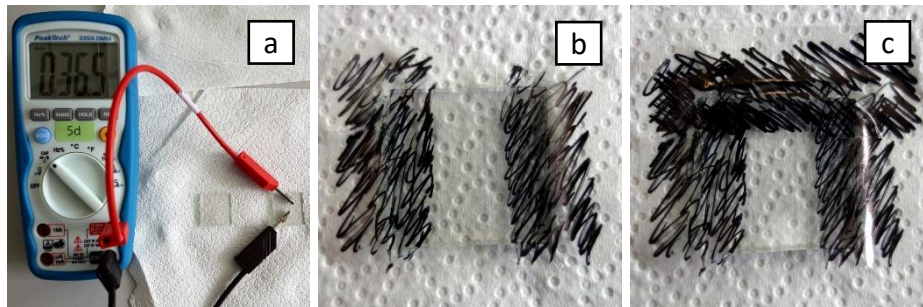

Abbildung 1
1. Die Glasscheibe ist nur auf einer Seite leitfähig beschichtet. Messe den elektrischen Widerstand zwischen zwei Punkten auf der Scheibe mit dem Multimeter. Auf der beschichteten Seite sollte der Widerstand unter 100Ω liegen. (Abb. 1 a)
2. Klebe die Glasscheibe nun mit dem Klebefilm auf ein Papiertuch (beschichtete Seite nach oben). (Abb. 1 b,c). Das Klebeband muss dabei falten- und blasenfrei auf dem Glas kleben.
Die in Abbildung 1 b vertikal geklebten Klebestreifen definieren später die Schichtdicke der TiO_2 -Schicht, sie sollten deshalb faltenfrei geklebt sein. Je weiter sie auseinander liegen, desto schwerer wird es den S*S fallen, eine lückenlose Schicht herzustellen, außerdem sind breitere Schichten eher von Ablösung gefährdet. Dafür steigt natürlich der Kurzschlussstrom proportional mit der beschichteten Fläche.